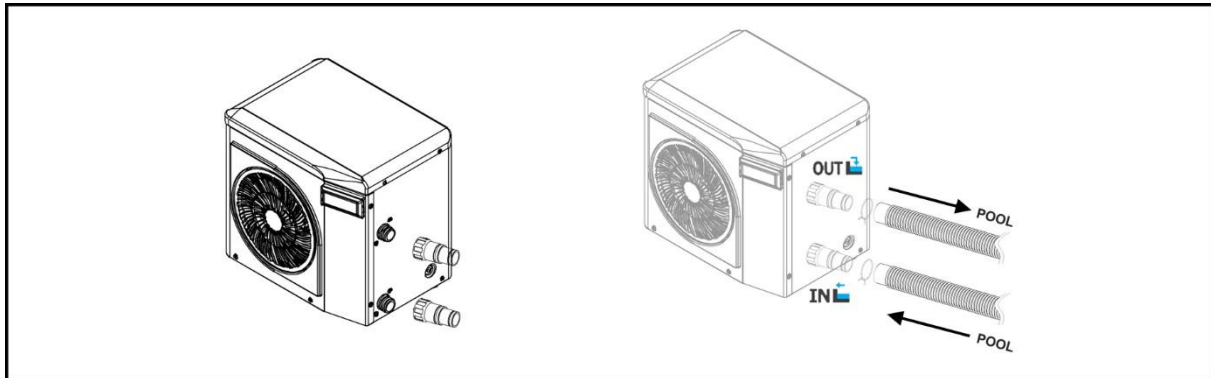

Fig. 4
- Ahora conecte la manguera de la piscina que viene de la bomba de circulación a la conexión inferior (**IN**) (fig. 4).
- Conecte ahora la manguera de la piscina en dirección a la conexión superior (**OUT**) (fig. 4).